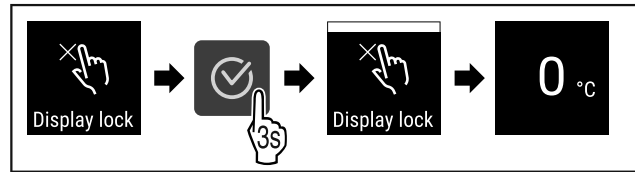

Fig. 76
- ▶ Εκτελέστε τα βήματα ενεργειών (βλέπε Fig. 76).